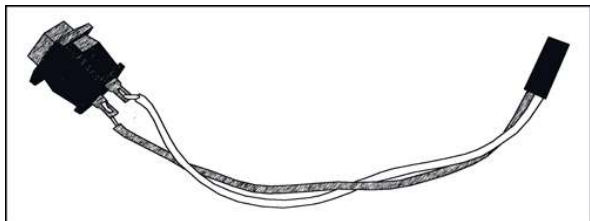

Рис. 2
1. Найди 2 кнопки с проводами и разъемом. (рис.2) После подключения их к основной плате будешь настраиваться на станции.